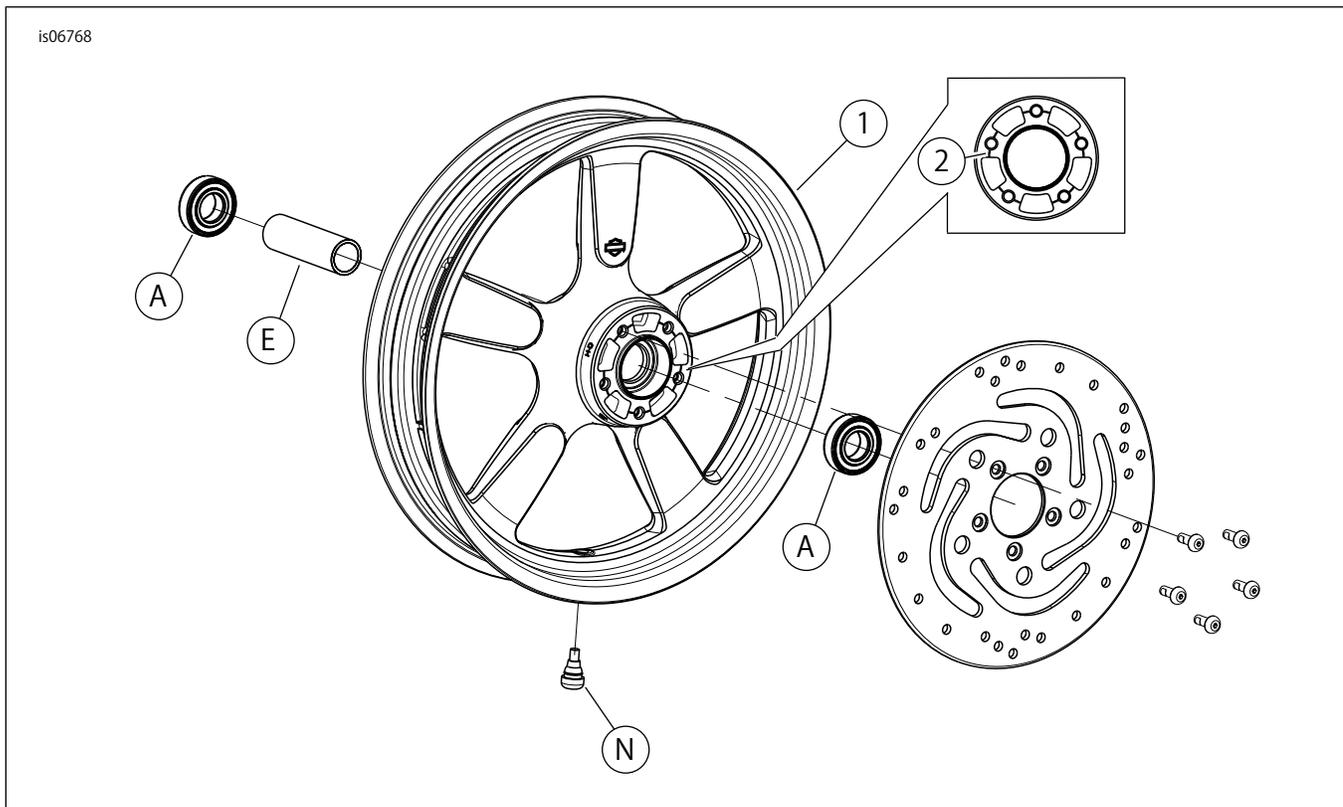

図2。交換用パーツ：フロントファットXホイール
このキットにはカスタムホイールのみが付属します。「図2」および「表2」を参照してください。
- 図2を参照してください。ホイールにバルブシステムアクセサリ(N)を取り付けます。サービスマニュアルの「タイヤ」を参照してください。